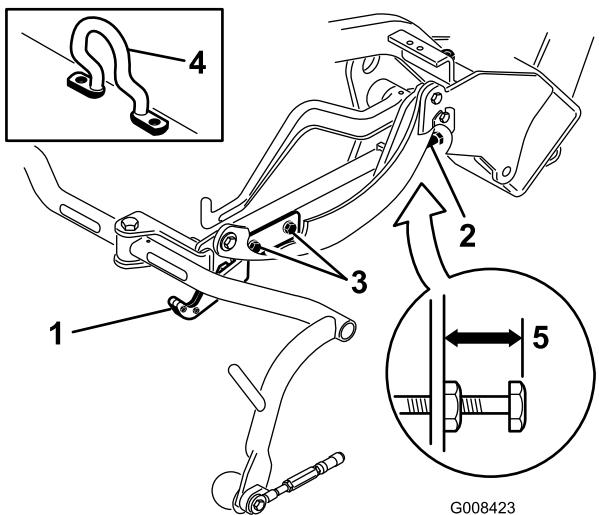
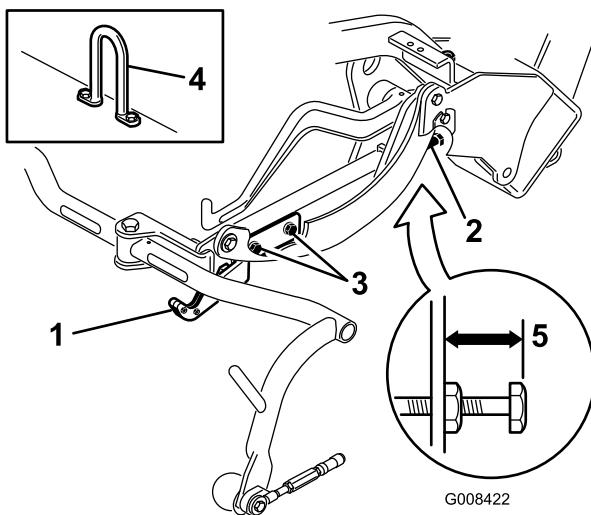
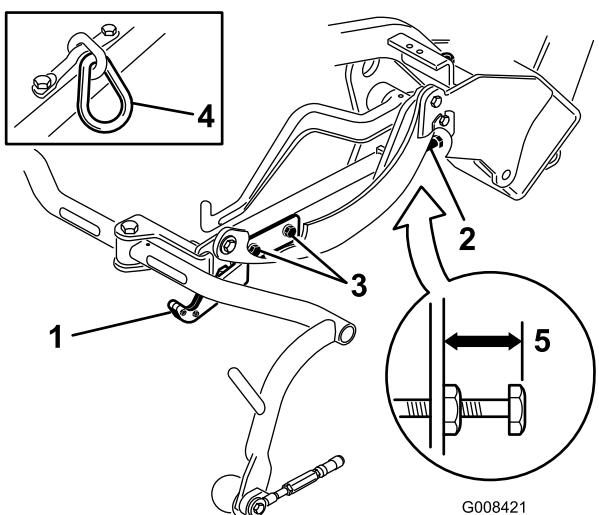

Рисунок 12
Рисунок 14
Рисунок 13
Проверьте транспортную высоту (Рисунок 13 и Рисунок 14) и при необходимости отрегулируйте ее.
- Убедитесь, что на режущих блоках, оснащенных S-образным подъемным крюком (Рисунок 12, врезка), расстояние от верха регулировочного винта несущей рамы до задней стороны несущей рамы составляет 25 мм. Если расстояние не равно 25 мм, перейдите к этапу 4.
4. Ослабьте винты крепления транспортной планки (Рисунок 13, Рисунок 14 и Рисунок 12).
7. Если несущие рамы находятся на разной высоте, ослабьте зажимную гайку на регулировочном винте несущей рамы (Рисунок 12, Рисунок 13 и Рисунок 14). Выкручивайте винт для подъема и вкручивайте для отпуска. После получения надлежащей высоты затяните зажимную гайку.